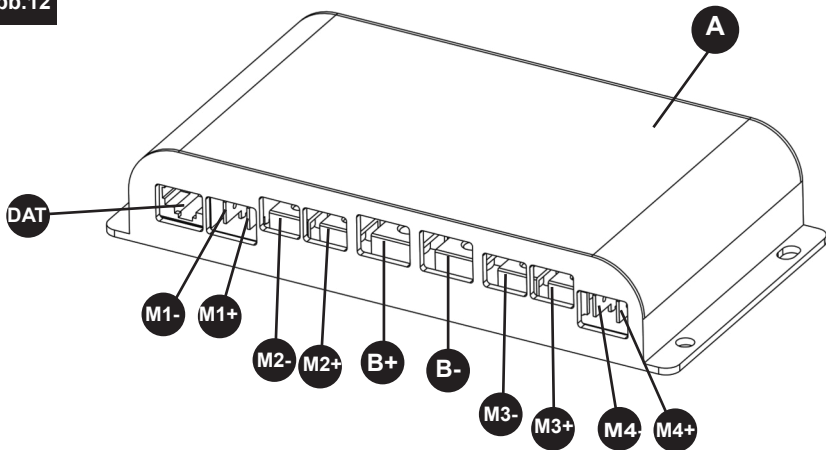
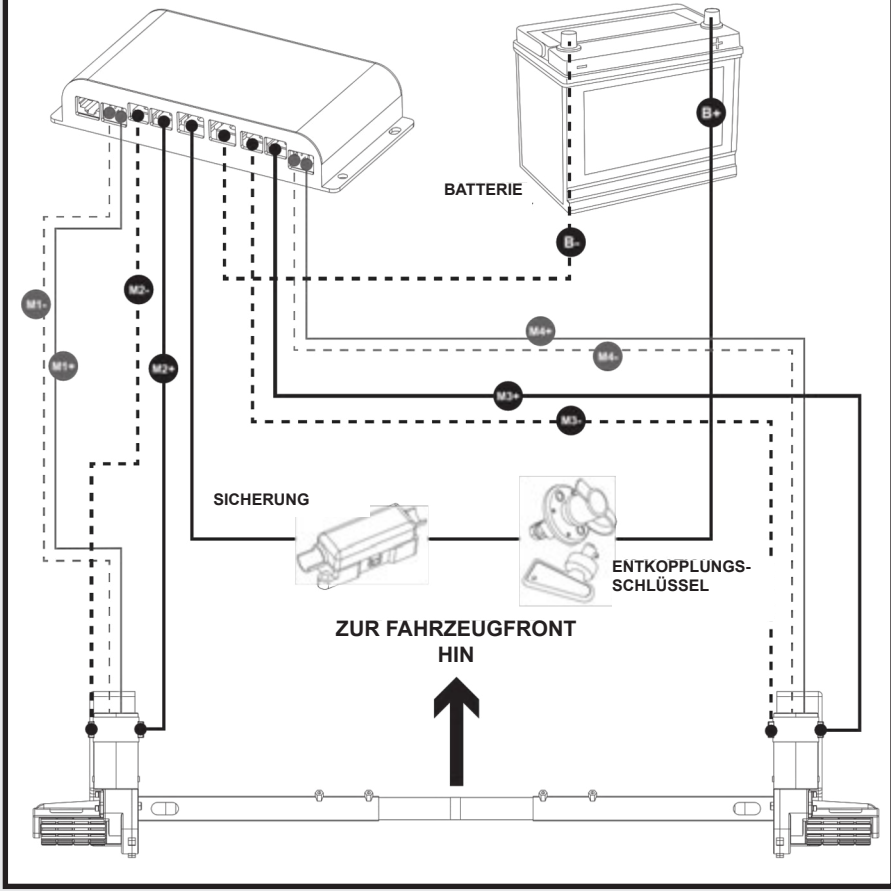

Abb.13
Abb.14
Studieren Sie Abb.13. Der Schaltplan (Abb.13) zeigt den Verlauf der Verkabelung, wenn die Motoreinheiten VOR den Rädern/Achsen, mit Blick auf die Rückseite des Anhängers, installiert werden. Abb.14 zeigt die Polarität der Klemmen an den Rangierhilfen. Beachten Sie, dass diese Positionen gleich bleiben, unabhängig davon, ob es sich bei dem Motor um die linke oder rechte Rangierhilfe handelt.
Installieren Sie den Netztrennschalter (29) zwischen der Batterie und dem Steuergerät (Abb. 13) am positiven [+] -Kabel (14) und verwenden Sie zwei der 6-mm-Klemmringstecker (23), um das Kabel mit den Schalterklemmen zu verbinden. Diese Verbindungsstücke müssen an das Ende der Drähte angebracht werden. Achten Sie darauf, dass Sie genügend Kabellänge lassen, um von der Batterie zum Netztrennschalter und vom Netztrennschalter zur Elektronikbox zu gelangen.
Auf dem Pluskabel zwischen dem Netztrennschalter und der Elektronikbox muss auch die Sicherung installiert werden. Montieren Sie dazu die 120-A-Sicherung (32) in das Einbau-Sicherungsgehäuse (31). Schneiden Sie das Pluskabel [+] an den erforderlichen Stellen ab und bringen Sie erneut 6-mm-Klemmringstecker (23) an beide Enden an, um die Montage an der Sicherung zu ermöglichen. Das Sicherungsgehäuse (31) kann auf die gleiche Weise wie die elektronische Steuereinheit an eine Wand oder den Boden geschraubt werden. Mit den mitgelieferten Batteriekabeln (14, 15) verdrahten Sie die Batterie über den zuvor installierten Trennschalter und die Sicherung mit der Elektronikbox, wie im Schaltplan (Abb.13) dargestellt. Für den Anschluss an die Elektronikbox sind bereits 6-mm-Klemmringstecker an den Batteriekabeln angebracht, während für den Anschluss an die Batterie selbst zwei Größen von Ringsteckern (22,23) mitgeliefert werden.
Die Motordrähte (12,13) müssen nun an das System angeschlossen werden. Führen Sie die Motorkabel (12, 13) durch das zuvor gebohrte Loch im Fahrzeugboden und an der Unterseite des Fahrzeugs entlang zu den vorgesehenen Motoren (siehe Abb. 13). Im Lieferumfang sind verschiedene Komponenten enthalten, die bei der sicheren Befestigung dieser Drähte helfen, darunter: Gewellte Kabelkanäle (11) - zum Schutz der Kabel vor scharfen Kanten, P-Klammer/Schrauben (19,20,21) - zur Befestigung der Kabel an Oberflächen und Kabelbinder (27) - zur Befestigung der Kabel untereinander oder an Teilen des Chassis, wo dies erforderlich ist. Markierungen für die Kabelnummer (25) und die Polarität (26) werden ebenfalls mitgeliefert, um die Beschriftung der Drähte zur Vereinfachung der Installation zu erleichtern. Achten Sie bei der Verlegung der Kabel darauf, diese möglichst mittig im Wohnwagen zu verlegen, um die Kabellänge gleich zu halten.
Sobald alle Drähte gemäß Abb.13 korrekt angebracht sind, ist die elektrische Installation abgeschlossen.